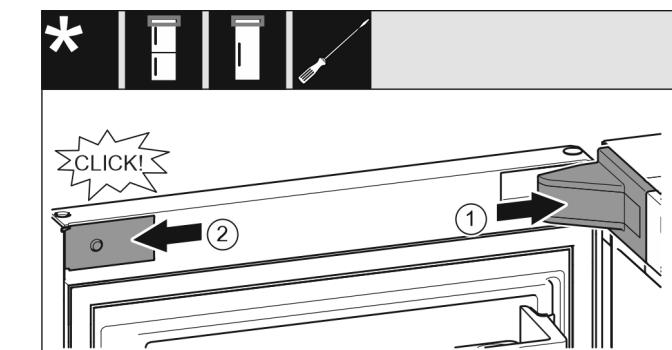

Fig. 20
- Lagerbockabdeckung aufsetzen und einrasten, ggf. vorsichtig auseinanderdrücken. Fig. 20 (1)
- Blende seitlich ansetzen und einrasten. Fig. 20 (2)